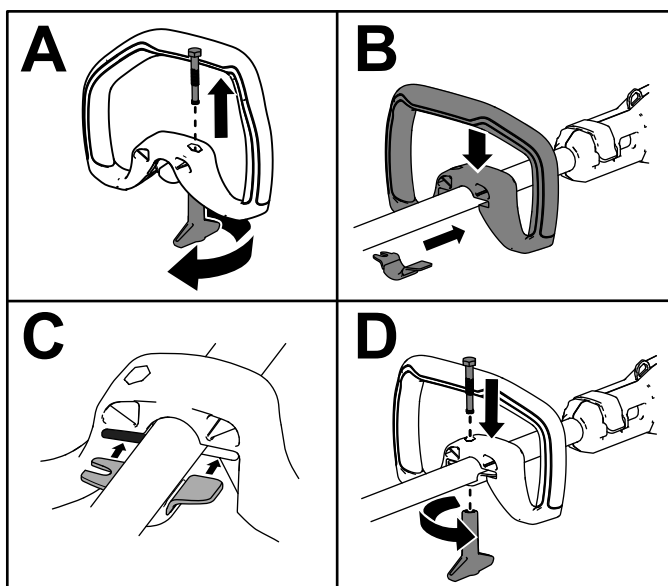

Figure 8
1. Séparez la poignée auxiliaire de son support en desserrant le bouton de verrouillage et en retirant le boulon (A de la Figure 8).
2. Alignez le support sur la poignée auxiliaire (B de la Figure 8).
3. Insérez le support dans la fente sur la poignée auxiliaire (C).
4. Fixez le support inférieur à la poignée auxiliaire avec le bouton de verrouillage et le boulon retiré précédemment (D).